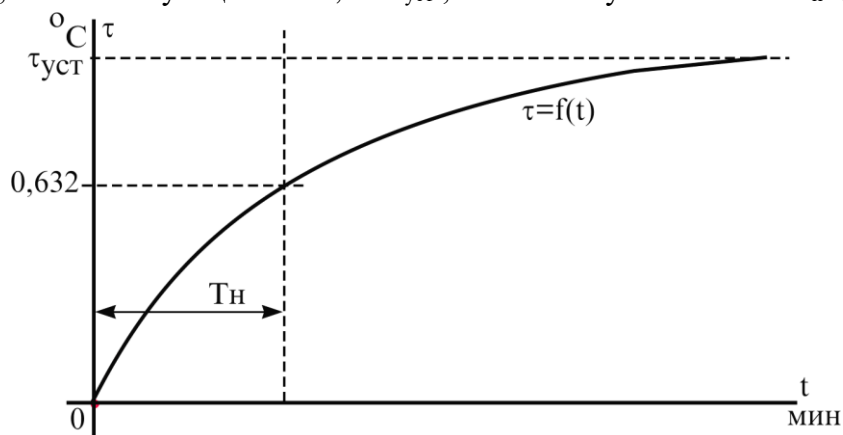

Рисунок 12.3. Кривую нагрева электродвигателя
2.4.2. Время, соответствующее $\tau = 0,632\tau_{уст}$, соответствует величина T_n (рис.12.3).